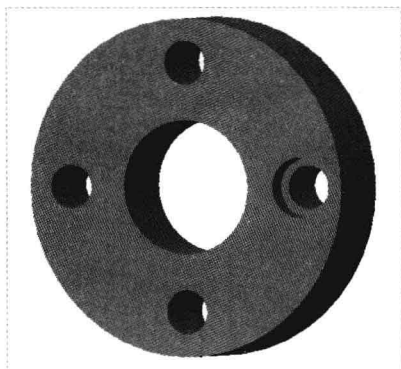

图 7-38 图形文件
Step 01 按【Ctrl+O】组合键，打开图形文件，如图 7-38 所示，在模型树中选择“拉伸 3”选项。